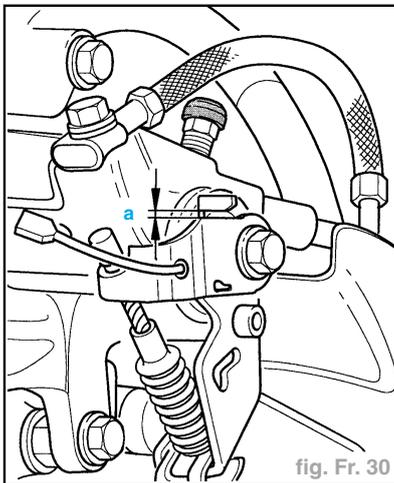

fig. Fr. 30
- Contrôler avec une jauge d'épaisseur, l'écart entre le levier et la butée sur les étriers gauche et droit (fig. Fr. 30).